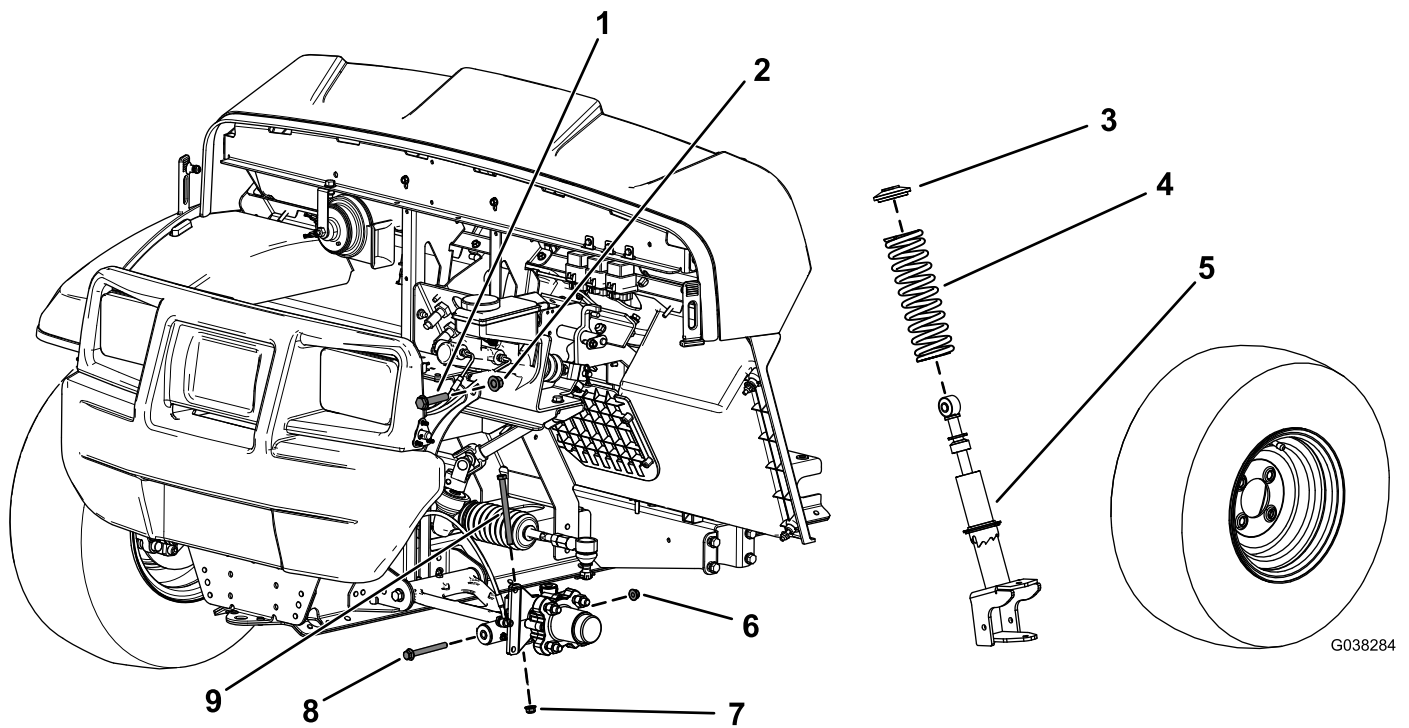

Bild 1
2. Nehmen Sie die Sechskantschraube ($\frac{3}{8}$ " x $4\frac{3}{4}$ ") und Bundmutter ($\frac{3}{8}$ ") von der Spindel ab (Bild 1).
3. Nehmen Sie die Sechskantschraube ($\frac{3}{8}$ " x $3\frac{1}{2}$ ") und Bundmutter ($\frac{3}{8}$ ") vom Steuerarm ab (Bild 1).
4. Nehmen Sie die Sechskantschraube ($\frac{1}{2}$ " x $2\frac{1}{4}$ ") und Sicherungsmutter ($\frac{1}{2}$ ") ab, mit denen die Strebe am oberen Rahmen befestigt ist (Bild 1).
5. Nehmen Sie die Strebe ab (Bild 1).
3. Entfernen Sie die Feder von der Strebe (Bild 1).
4. Bringen Sie die neue Feder über der vorhandenen Strebe an (Bild 1).
2. Befestigen Sie den oberen Teil der Strebe mit der oberen Sechskantschraube ($\frac{1}{2}$ " x $2\frac{1}{4}$ ") und Sicherungsmutter ($\frac{1}{2}$ ") am Rahmen, wie in Bild 1 abgebildet.
4. Bringen Sie die Sechskantschraube ($\frac{3}{8}$ " x $4\frac{3}{4}$ ") und Bundmutter ($\frac{3}{8}$ ") an der Spindel an (Bild 1).
6. Befestigen Sie den unteren Teil der Strebe mit der Sechskantschraube ($\frac{3}{8}$ " x $3\frac{1}{2}$ ") und Bundmutter ($\frac{3}{8}$ ") am Steuerarm, wie in Bild 1 abgebildet.